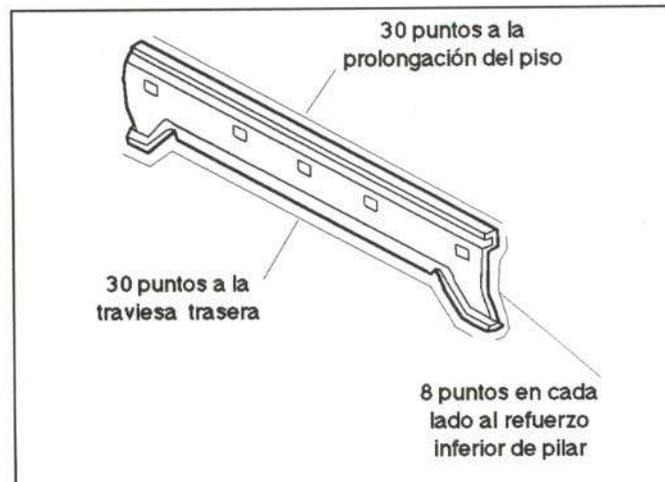

Figura 62.- Unión del faldón trasero
En la figura 62 se muestra la fijación de esta pieza.
- Paragolpes trasero (figura 62).